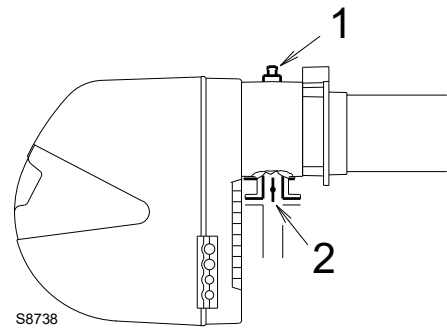

Abb. 18
Gasdruck, an der Entnahmestelle 1)(Abb. 18) gemessen mit:
Strömungsverlust Gasdrossel 2)(Abb. 18) bei maximaler Öffnung: 90° leicht in Richtung Ölstantrieb.
- ziehen Sie vom Gasdruck am Anschluss 1)(Abb. 18) den Druck in der Brennkammer ab.
Um stattdessen den an der Entnahmestelle 1) notwendigen Gasdruck zu ermitteln (Abb. 18), nachdem die höchste Modulationsleistung festgelegt wurde, bei der der Brenner arbeiten soll:
- Lesen Sie rechts, in Spalte 1, den Druck an der Entnahmestelle 1)(Abb. 18) ab.
An der Entnahmestelle 1)(Abb. 18) erforderlicher Druck.